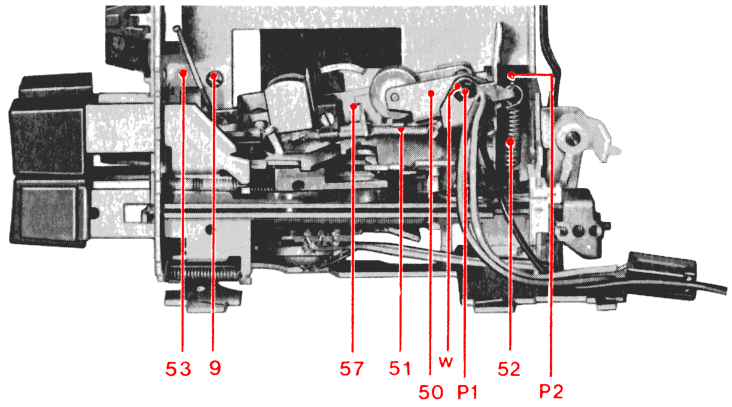

Abb. 7 Andruckrolle
10. Andruckrollenhebel 50 ausbauen (Abb. 7, 8 und 9)